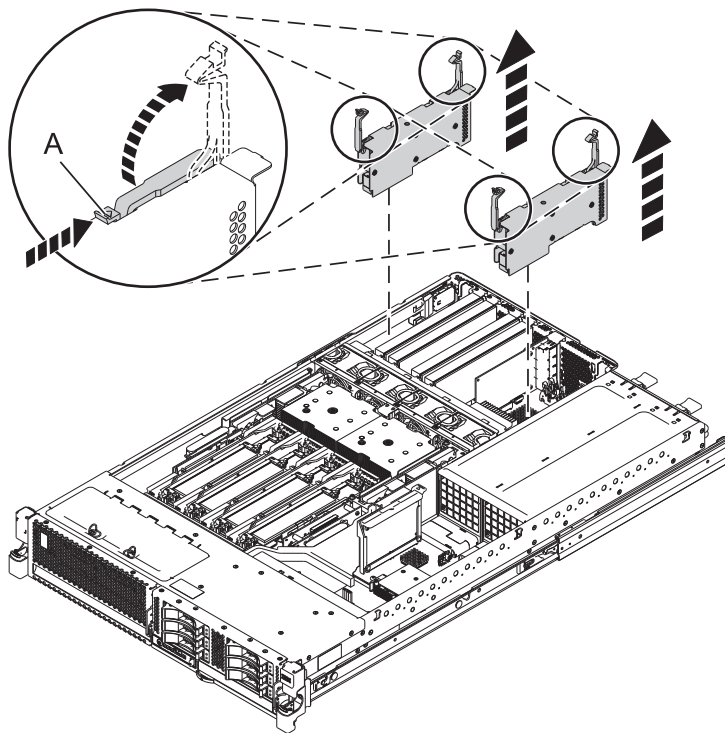

図 6. ラック・マウント型システムからのアダプターの取り外し
14. システムを保守位置に設置した状態で、10 ページの図 6 に示すように、既存のアダプター・アセンブリーを取り外します。 アダプターの上にあるラッチのロックを解除します。ラッチをオープン位置まで引き上げてから、アダプターを持ち上げてシステムから外します。